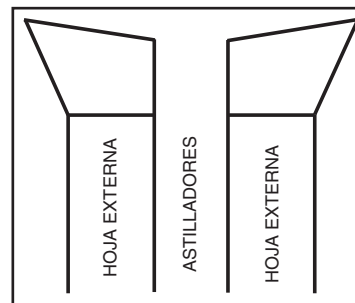

FIG. 69
2. La superposición de la sierra y la cuchilla se distingue en la Fig. 69. Para ajustar el ancho, puede colocar arandelas entre la parte exterior de las hojas y los cinceladores, en caso de ser necesario. Para cortar una ranura de 6,4 mm (1/4 pulg) se utilizan dos sierras externas.